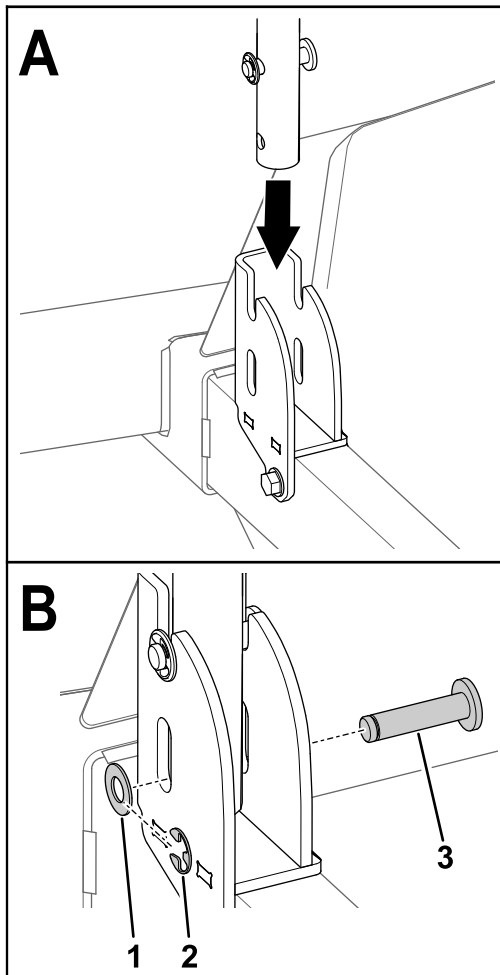

Figura 5
1. Allineate il foro inferiore della maniglia per trazione assistita con la fessura chiusa della staffa della maniglia per trazione assistita, come illustrato nella Figura 5.
2. Inserite il perno scanalato nel foro della staffa e il foro della maniglia per trazione assistita (Figura 5).
3. Assicurate il perno alla staffa e alla maniglia con la rondella ($\frac{3}{8}$ " e l'anello di ritenuta (Figura 5).